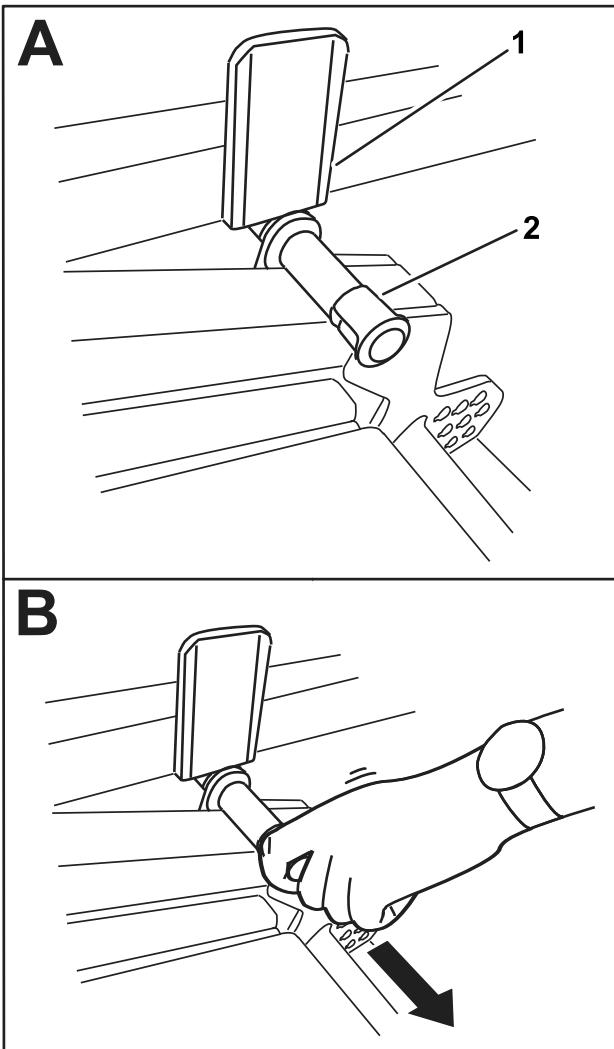

Figura 42
2. Gire la unidad de corte lentamente hacia abajo hasta que el pasador entre en contacto con la placa del brazo de elevación (A en la Figura 42).
- Presione hacia abajo con el pie sobre la unidad de corte, luego tire hacia fuera del pasador (B en la Figura 42) para dejar que la unidad de corte se asiente en la posición de TRANSPORTE.